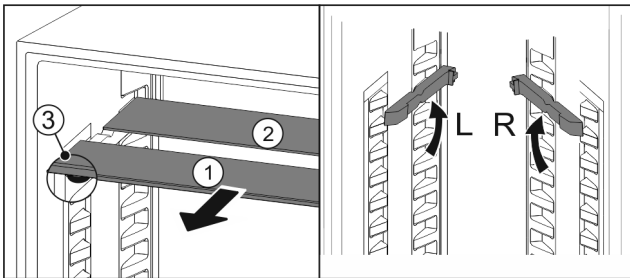

Fig. 107
- Glasplatten einzeln nach vorne herausziehen Fig. 107 (1).
- ▷ Glasplatte Fig. 107 (1) mit Zierleiste liegt vorne.
- ▷ Stopps Fig. 107 (3) zeigen nach unten.